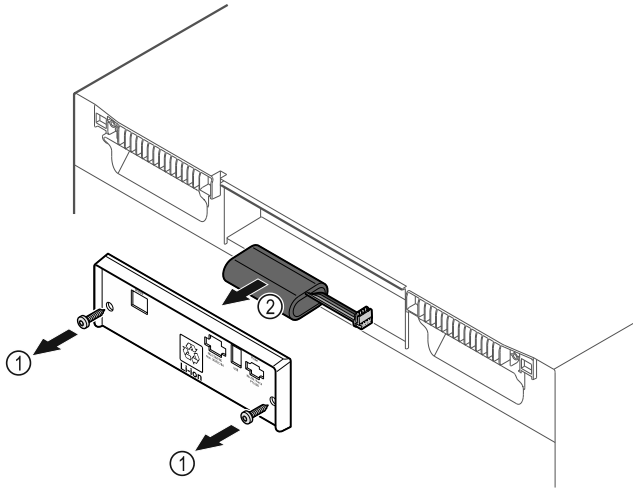

Fig. 202
- Dévisser les vis et retirer le couvercle situé à l'arrière de l'appareil Fig. 202 (1).
- Débrancher et retirer la batterie Fig. 202 (2).